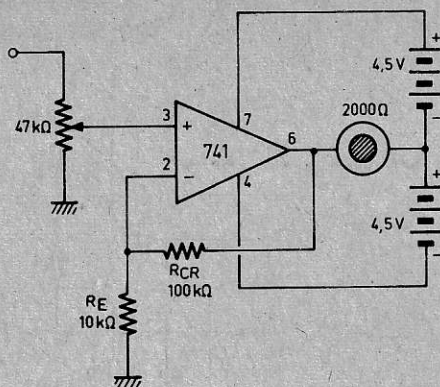

Fig. 11. — Amplificateur pour écouteur.
Le schéma de la figure 11 indique le montage d'un ampli opérationnel (741) utilisé en amplificateur BF pour écouteur de 2 000 Ω .